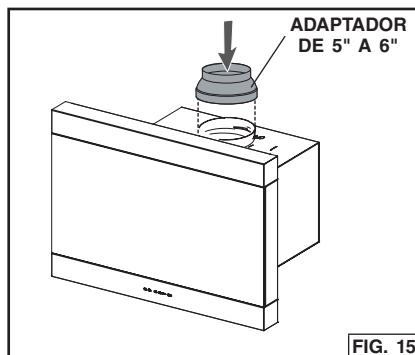

FIG. 15
2. Fije el adaptador de 5" a 6" a la descarga del soplador y coloque cinta adhesiva de aluminio en la junta. Fig. 15.